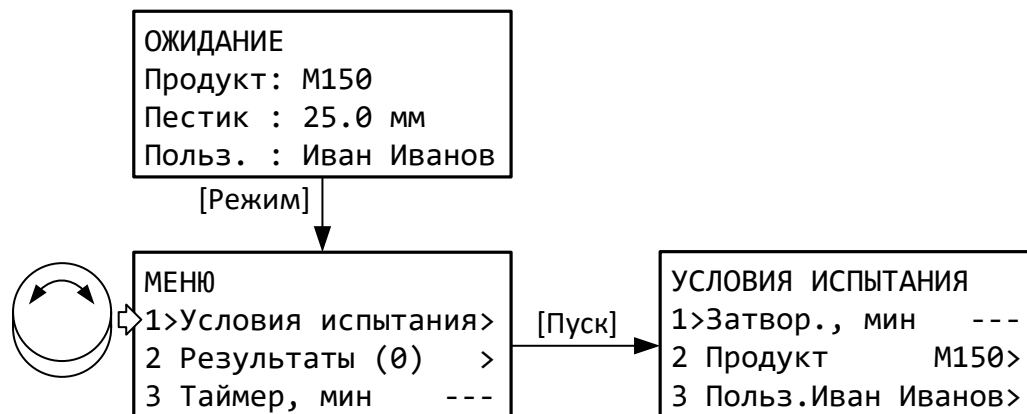
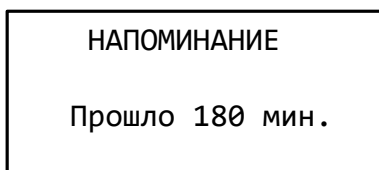

Рисунок 6 – Меню «Условия испытания»
Рисунок 7 – Напоминание об испытании
4.4.2 Из окна ожидания перейти в меню «Условия испытания» (рисунок 6).
4.4.6 На аппарате может быть установлено напоминание для следующего испытания. Для этого в меню выбрать пункт «Таймер» (см. рисунок 6) и нажать [Пуск] несколько раз, при этом будет меняться время до напоминания в минутах: --- ▶ 30 ▶ 60 ▶ 90 ▶ 120 ▶ 180 ▶ 240 ▶ 300 ▶ 360 ▶ ---, где «---» – таймер отключен. Для ввода произвольного времени от 1 до 9999 минут нажать [Режим] и отредактировать значение; при вводе 0 таймер отключится. После запуска таймера отсчёт времени отображается в заголовке окна ожидания (например, «ТАЙМЕР 180» – до напоминания осталось 3 часа). По истечению заданного времени на дисплей выдаётся сообщение (рисунок 7) и воспроизводится повторяющийся звуковой сигнал.